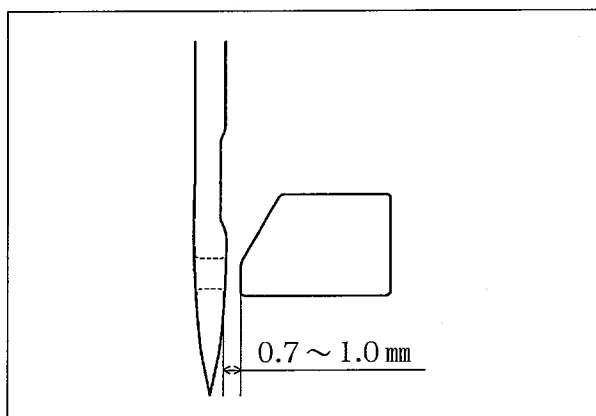

図 27
針が最も下がったとき、針と針受ケ(後)①のすき間が0.7～1.0 mmであることを確認してください。(図 27)